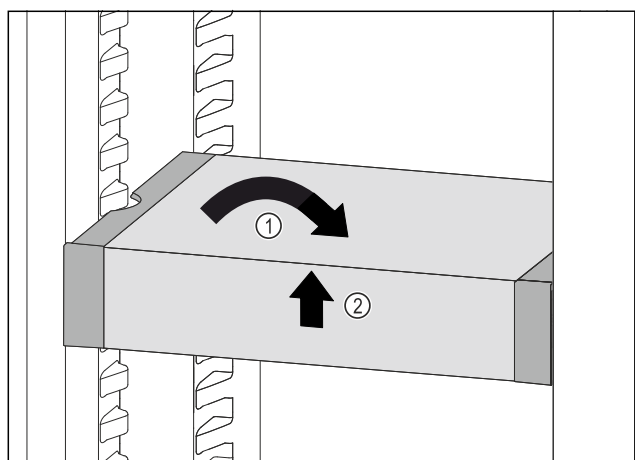

Fig. 111
- VarioSafe gerade stellen. Fig. 111 (1)
- VarioSafe vorne anheben. Fig. 111 (2)